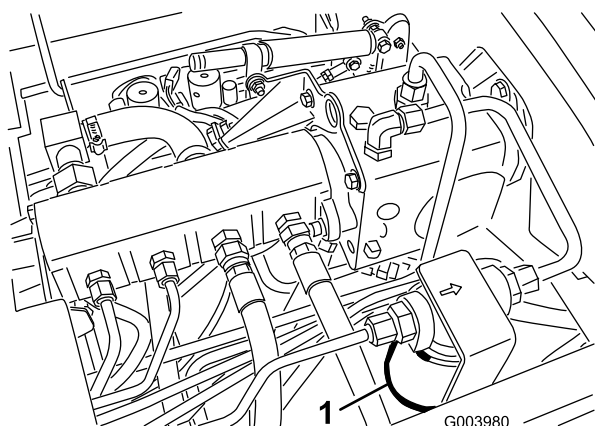
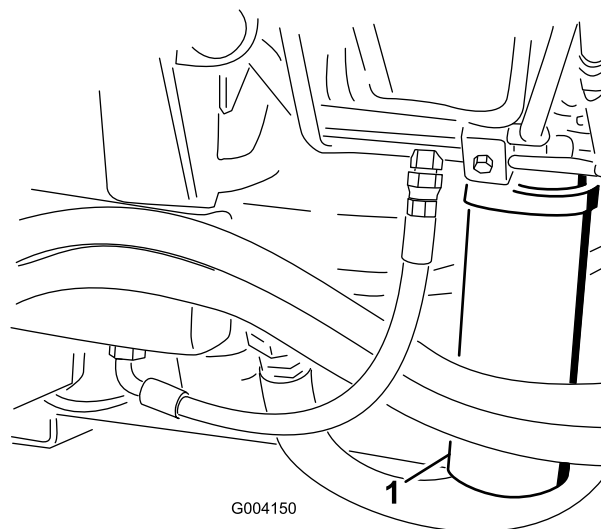

Figura 57
Figura 58
2. Limpie la zona alrededor de la zona de montaje del filtro y coloque un recipiente debajo del filtro (Figura 57 y Figura 58).